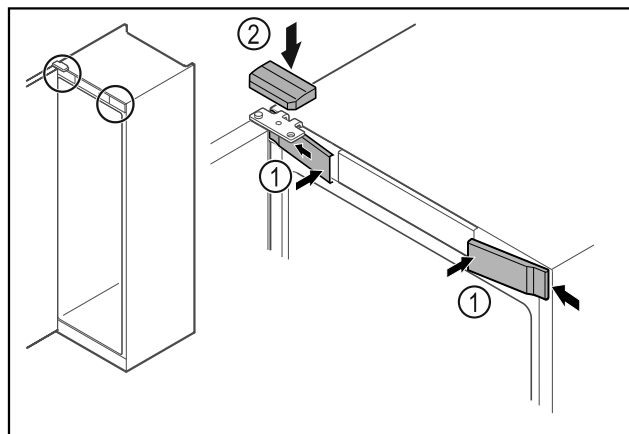

Fig. 51 *
- Přední kryty Fig. 51 (1) bočně zahákněte a zaklapněte.*
- Horní kryt Fig. 51 (2) shora zaklapněte.*